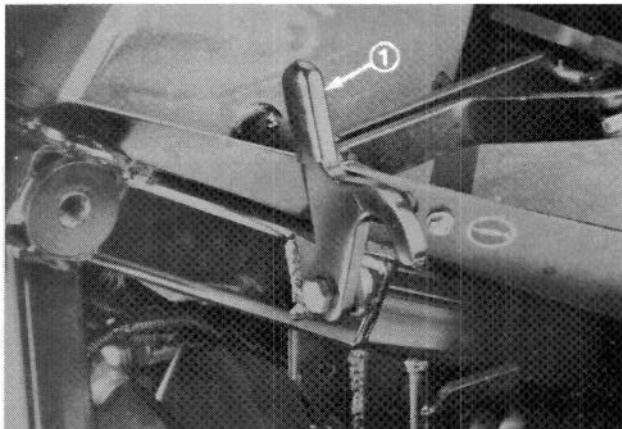

Figure 13
**Verrou de transport** (Fig. 13)—trois verrous bloquent les unités de coupe en position relevée pour le transport.